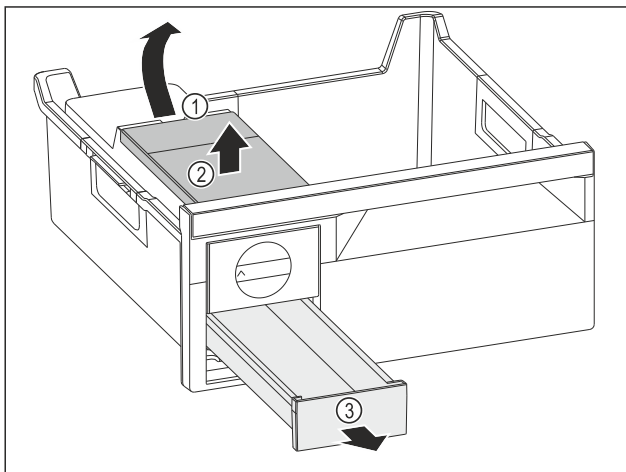

Fig. 211
- ▶ Estrarre il serbatoio dell'acqua: Sollevare il serbatoio dell'acqua nel vano Fig. 211 (1).
- ▶ Estrarre il serbatoio dell'acqua Fig. 211 (2) verso l'alto.
- ▶ Estrarre il cassetto del ghiaccio Fig. 211 (3) in avanti.